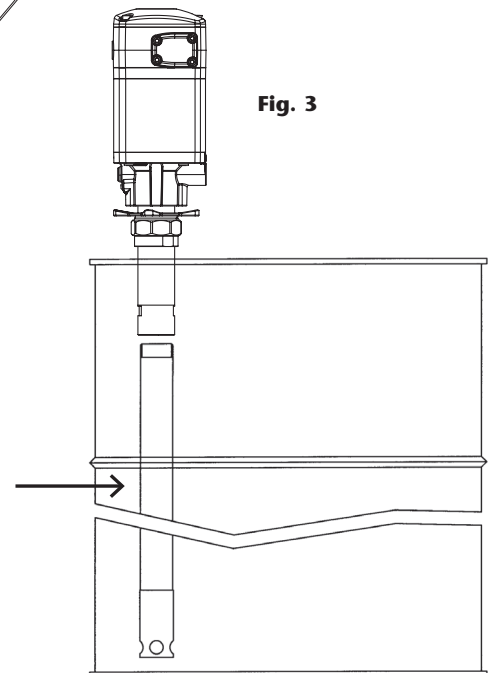

Fig. 3
- c.** Montaje ajustable sobre bidón o cisterna con adaptador 360001. Rosque a la bomba el tubo prolongador correspondiente (ver fig. 3). Rosque la tuerca del adaptador ajustable a la tapa del bidón/cisterna. Inserte el tubo por la tuerca y fíjelo con la estrella a la altura deseada.